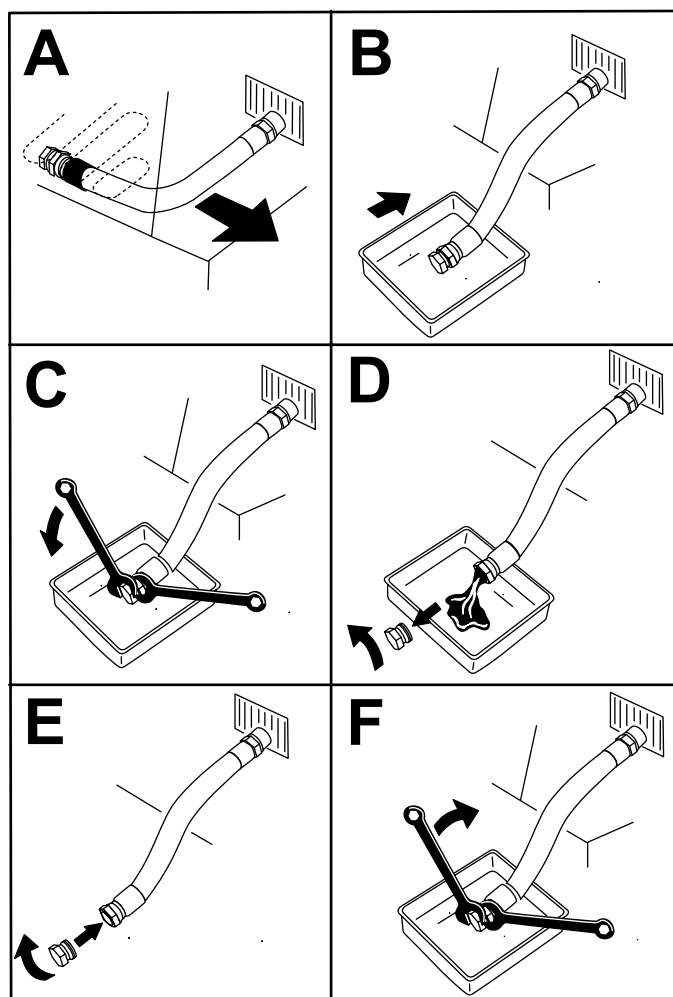

Bild 47
3. Lassen Sie das Öl vom Motor ab (Bild 47).